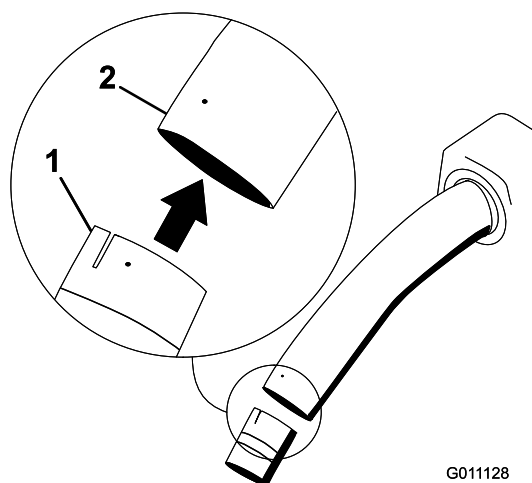

Figure 25
8. Insérez les tubes central et inférieur réunis dans le tube supérieur (Figure 25).